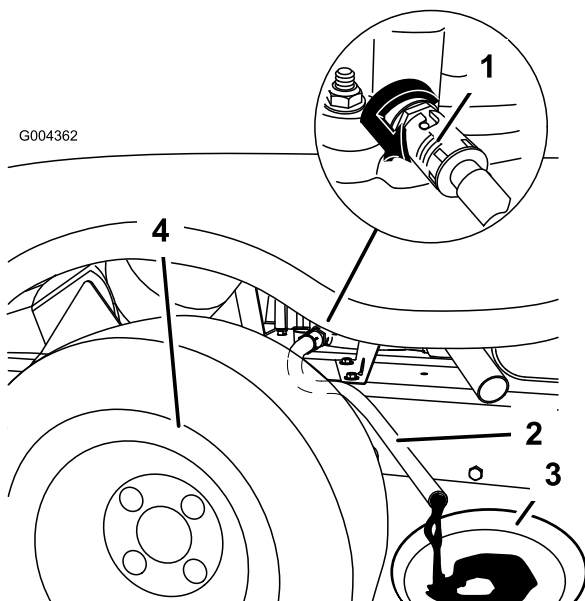

Figure 35
6. Placez un bac sous le flexible de vidange. Ouvrez le robinet de vidange pour permettre à l'huile de s'écouler (Figure 35).
8. Enlevez le flexible de vidange (Figure 35).